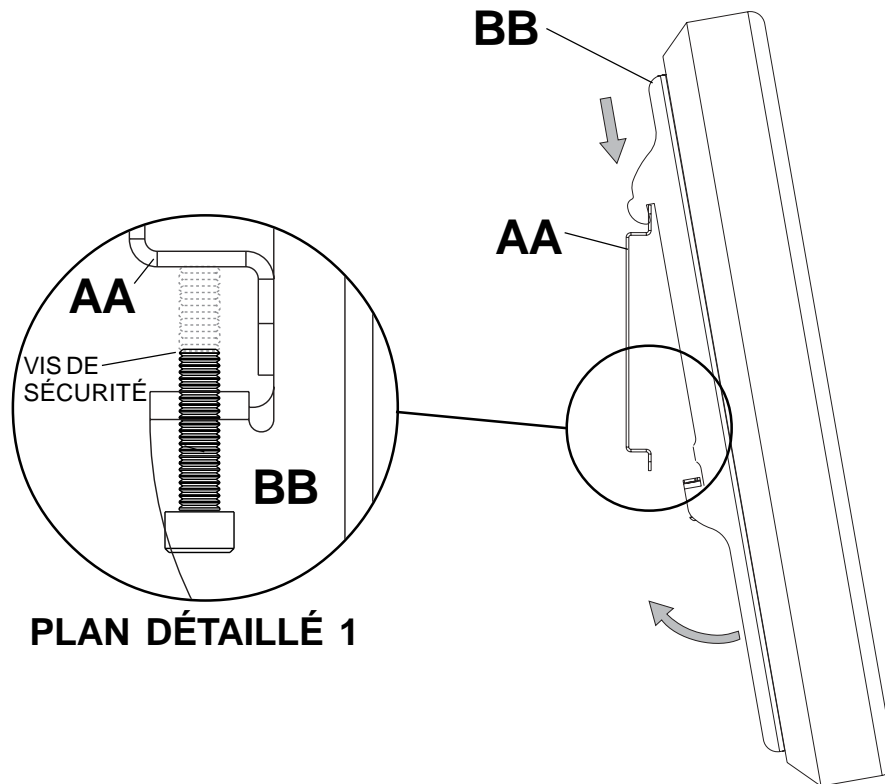

fig 3.1
- 3 Accrochez les supports adaptateurs (BB) sur la plaque murale (AA). Ensuite, faites pivoter lentement l'écran vers l'intérieur, comme illustré. À l'aide de la clé hexagonale (EE), tournez les vis de sécurité dans le sens horaire au moins six fois pour empêcher l'écran de se détacher, comme illustré sur le plan détaillé 1 de la figure 3.1.